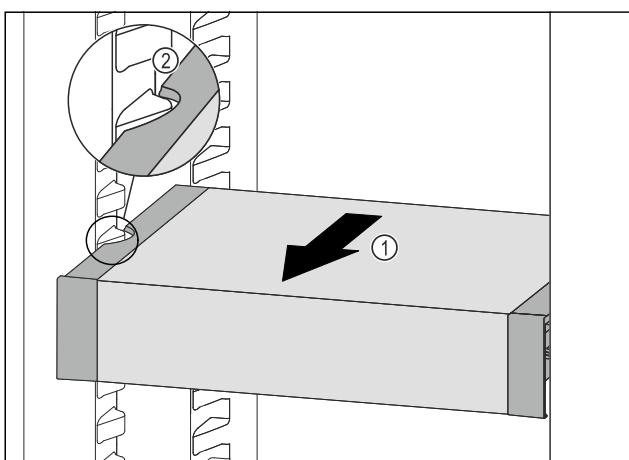

Fig. 108
- ▶ Вытаскивайте VarioSafe вперед Fig. 108 (1), пока боковые выемки VarioSafe не окажутся на высоте выступа резервуара в холодильном отделении. Fig. 108 (2)